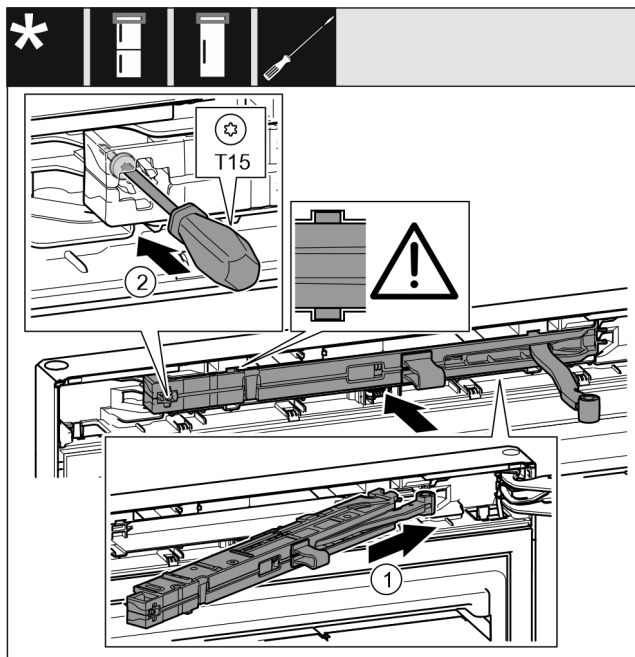

Fig. 20
- ▶ Lükake sulgemismortisaatori mooduli laagripuki küljel lõpuni kaldu väljalõikesse. Fig. 20 (1)
- ▶ Keerake kruvi kruvikeerajaga T15 kinni. Fig. 20 (2)